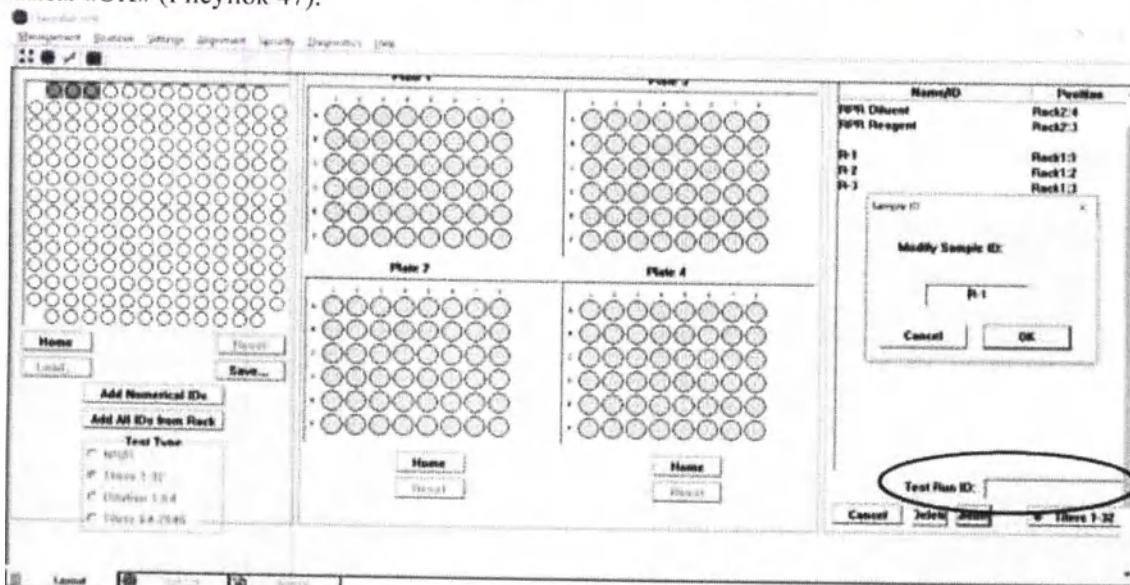

Рисунок 47. Расположение строки ввода.
- 6) После вводим новое наименование в строке «Test Run ID» (Идентификатор теста) и жмем «OK» (Рисунок 47).